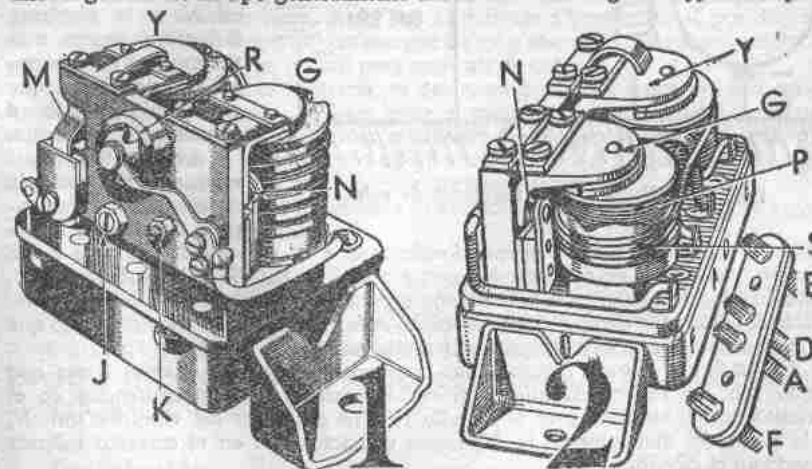

Fig. 189.—Disyuntor y regulador de tensión.
**Ajuste del regulador.**—Es muy sensible y no debe ser retocado sin clara necesidad. Antes de actuar en él debe revisarse toda la instalación, asegurándose de su buen aislamiento, buenas tomas de masa donde las haya y limpieza y debida holgura en los contactos *N* (fig. 189).